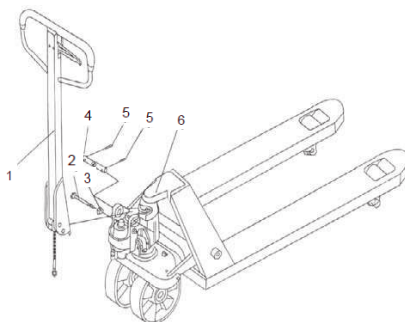

Fig. 5: Montaggio del timone (rappresentazione grafica)
- c. Spingere il timone in basso e rimuovere la spina (fig. 5, pos. 2).
- d. Portare la leva di comando presente sull'impugnatura in posizione "Sollevamento rapido" / "Sollevamento", sollevare la piastra della leva con la vite (fig. 5, pos. 2) ed introdurre la vite di regolazione nella fessura anteriore presente nella piastra della leva. Avvertenza: il dado di regolazione deve trovarsi sotto la piastra della leva.
- e. Inserire la seconda spina di registro (fig. 5, pos. 5) nel secondo foro presente nel perno, usando un martello.